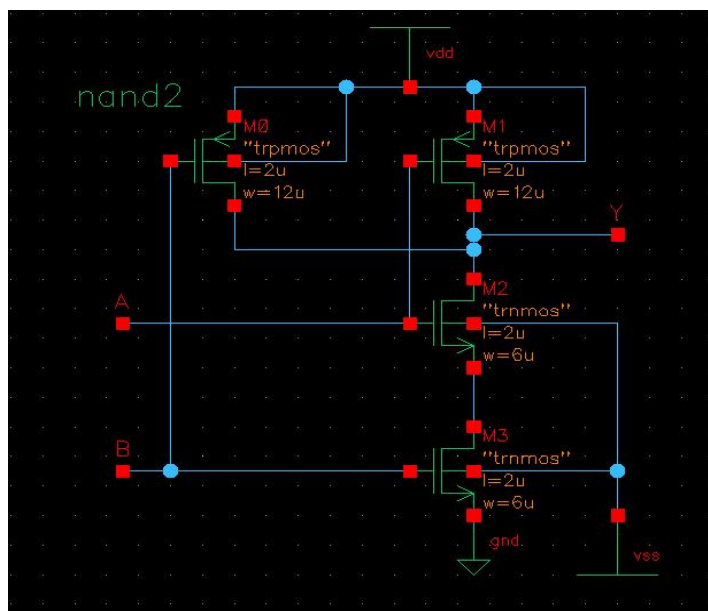
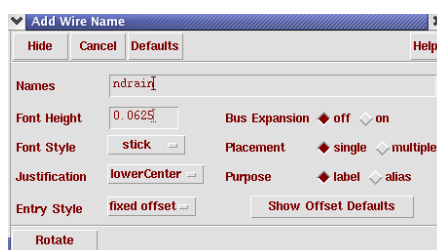

图 2.2 二与非门电路原理图
图 2.6 Add Wire Name 窗口
添加元件（电路如图 2.2 所示）
- ① 点击 Wire Name 图标，弹出窗口如图 2.6 所示，在窗口中输入 ndrain，其它不变。
- ② 将命名移至上面一个 nmos4 的源端 (source)，点击 LMB。
- ③ stretch (拉伸) 移动过的线至合适位置并点击它，完成以上操作后，按键 Esc。
- ④ 点击 tool bar 栏中的 check and save 图标，检查电路图无误后存档。
**注意：**Virtuoso Schematic Editor 环境下，电路布线时，因为存在两条不相交的走线“过桥”问题，不相交的走线间没有节点，故而，Cadence 系统默认所有的两条走线在形成十字时，都是没有节点的过桥问题。在应当有节点的时候，只能形成丁字形式的节点，而不能形成十字形式的节点，否则，在 check and save 时提示为 Warning。注意到图 2.2 中，输出 Y pin 的连线没有直接与 pmos4 的源端相交在同一节点，而是在 M1 与 M2 连线之间形成了两个节点。